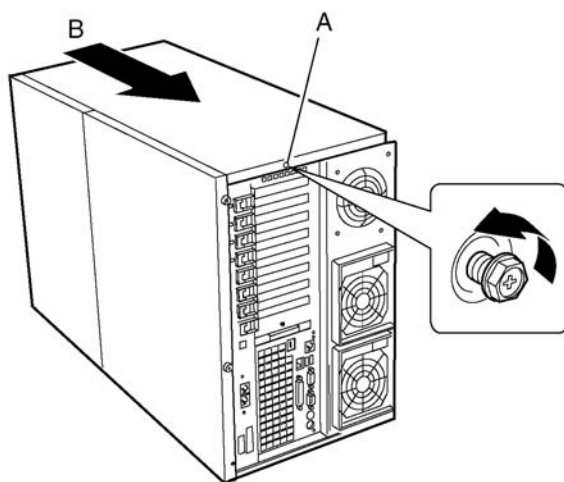

Figura 61 - Rimozione del pannello sinistro
- 1 Allentare la vite (Figura 61, A) posta sul bordo posteriore del pannello sinistro.
- 2 Far scorrere il coperchio verso il retro dello chassis (Figura 61. B) ed estrarlo sollevandolo.